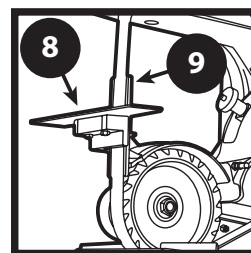

FIGURA 6
12. Ajuste la mesa de la sierra con dos pernos a la placa vertical. (Figura 6).